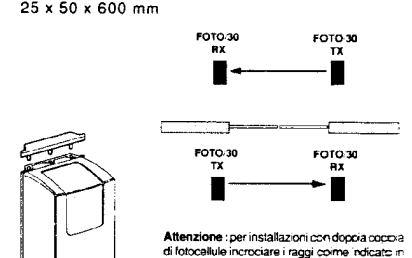

Fig.7
- 2.7** Chiudere la parte superiore della colonna con l'apposito tappo in gomma (Fig.7)
- 2.7** Den oberen Teil der Säule mit dem Gummistopfen schließen (Abb.7).
- 2.7** Fermer la partie supérieure de la colonne à l'aide du bouchon de caoutchouc correspondant (Fig.7).
- 2.7** Cerrar la parte superior de la columna con el específico tapón en goma (Fig.7).